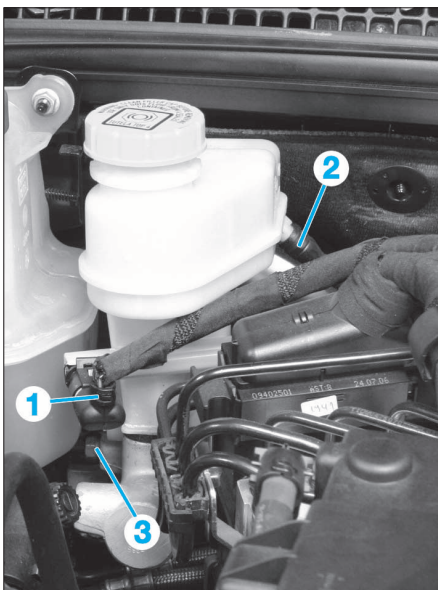

FIG. 15
- le contacteur de niveau mini (1) de liquide de frein (Fig.15).
- le tuyau d'alimentation (2) du circuit d'embrayage.
- Débrancher les 2 canalisations (3) de frein du maître-cylindre (Fig.15 et 16).